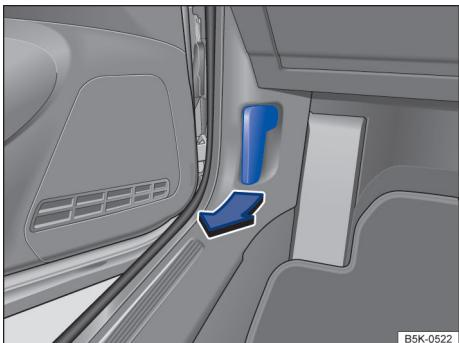

Fig. 187 Na área para os pés no lado do condutor: alavanca de destravamento da tampa do compartimento do motor.
- Antes de abrir a tampa do compartimento do motor, garantir que os braços dos limpadores do para-brisa estejam encostados no para-brisa → ①.
- Abrir a porta do condutor e puxar a alavanca de destravamento no sentido da seta → Fig. 187. A tampa do compartimento do motor salta para fora da trava do fecho pela pressão da mola → ▲.
- Erguer a tampa do compartimento do motor, pressionar a alavanca de abertura e abrir totalmente → Fig. 187. A tampa do compartimento do motor é suportada pelo amortecedor a gás.